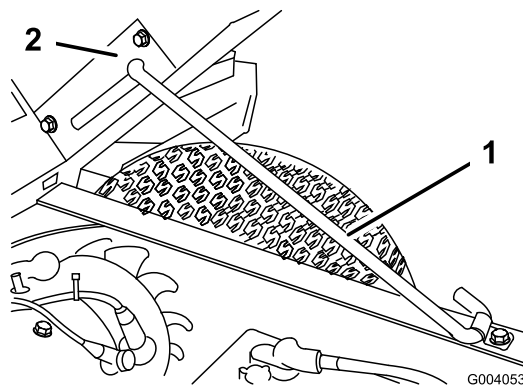

Figura 18
2. Tirate l'asta di supporto nella fessura di arresto per ancorare il cassone (Figura 18).